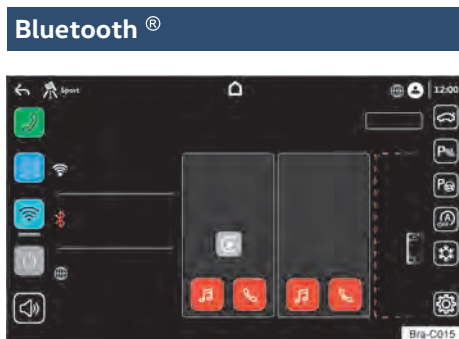

Fig. 113 Conectar vía Bluetooth.
- *Dependiendo de la versión de la radio*, se pueden conectar 2 dispositivos simultáneamente. Para establecer la función del dispositivo, seleccione la tecla teléfono para usar las funciones del teléfono y seleccione la tecla medios para usar las funciones de medios → fig. 113.